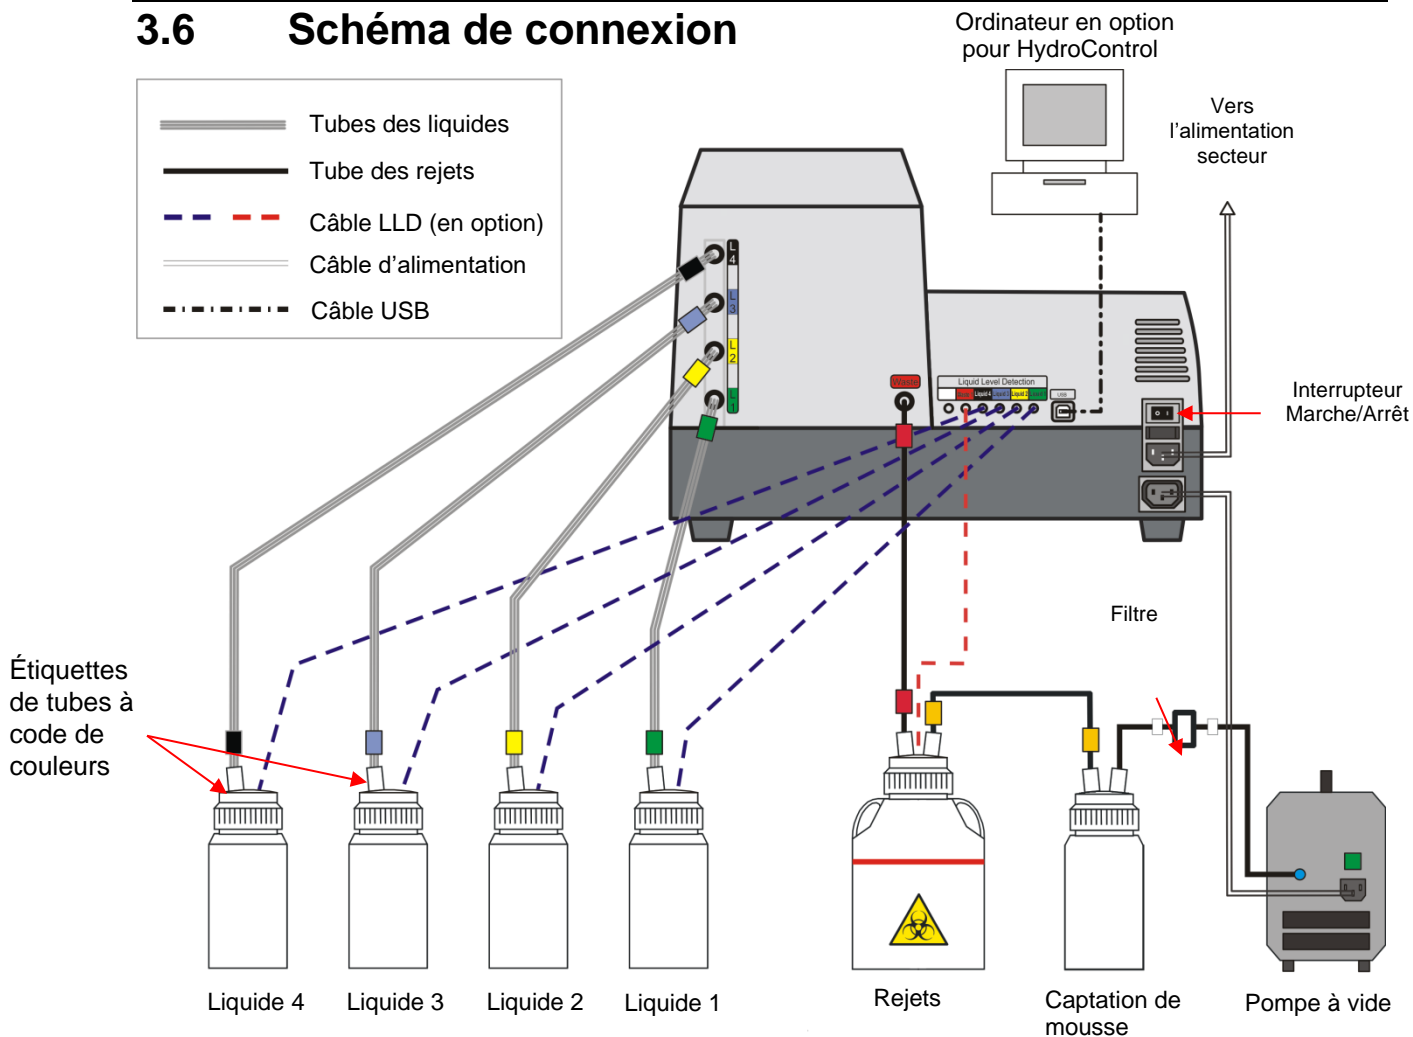

Fig. 2 Schéma de connexion
6. Connecter le flacon de rejets à la captation de mousse à l'aide du tube à code de couleurs fourni (voir Fig. 2 Schéma de connexion).
7. Connecter la captation de mousse à la pompe à vide à l'aide du tube comportant le filtre intégré (voir Fig. 2 Schéma de connexion).